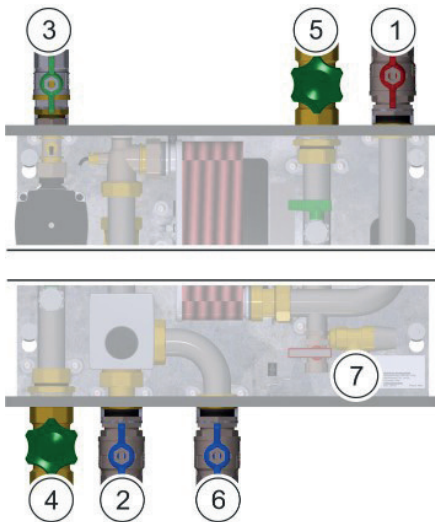

Abb. 22: Hähne anschliessen
Die Frischwasserstation wurde gemäss Abb. 22 vorbereitet
→ Hauptzuleitung Trinkwasser an den Anschluss Hauptzuleitung Trinkwasser (Abb. 22/4) anschliessen.
→ Warmwasserleitung an den Anschluss Trinkwasserverteilung (WW) (Abb. 22/5) anschliessen.
→ Vorlauf Hauptzuleitung Heizung an den Primäranschluss Wärmeversorgung Vorlauf (Abb. 22/1) anschliessen.
→ Rücklauf Hauptzuleitung Heizung an die Einbindung Speichermitte (optional) (Abb. 22/2) anschließen.
→ Wenn vorhanden, Zirkulationsleitung an den Anschluss integrierte Zirkulation (Abb. 22/3) anschliessen.
→ Wenn vorhanden, Zwei-Zonen-Einschichtungsleitung an den Anschluss Zwei-Zonen-Einschichtung (Abb. 22/3) anschliessen.